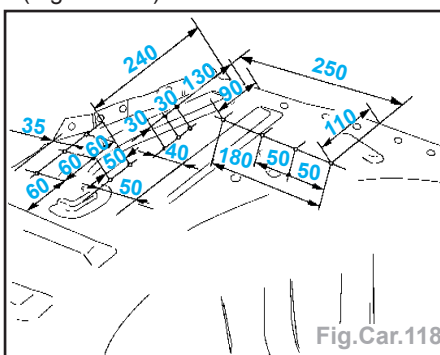

Fig.Car.118
- Tracer puis percer à un Ø 6,5 mm pour soudage ultérieur par points bouchons (Fig.Car.118).